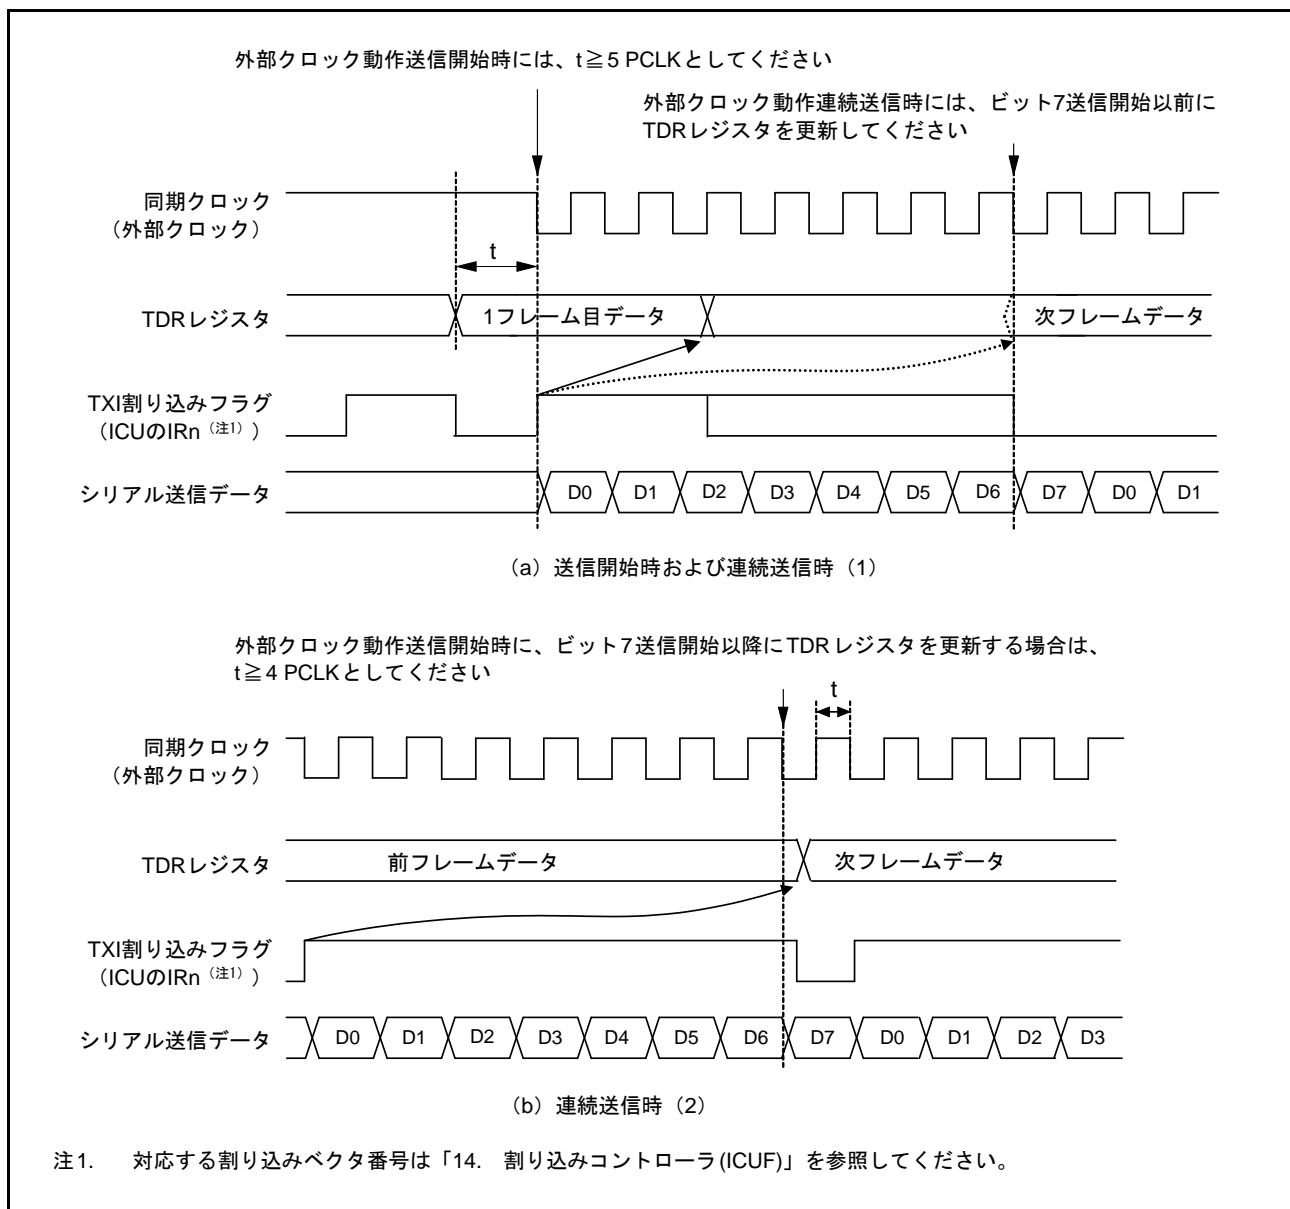

図 30.82 クロック同期式モード送信での外部クロック使用の制約事項
CPU、DMAC または DTC による TDR レジスタの更新後、PCLK で 5 クロック以上経過した後に送信クロックを入力してください (図 30.82 参照)。
(2) 連続送信時
- ビット7の送信クロックの立ち下がり以前に、TDR レジスタまたは TDRL レジスタに次の送信データを書き込んでください (図 30.82 参照)。
- ビット7送信開始以降に TDR レジスタを更新する場合は、同期クロックが Low の期間に TDR レジスタを更新し、かつビット7の送信クロックの High 幅を、4 PCLK 以上にしてください (図 30.82 参照)。